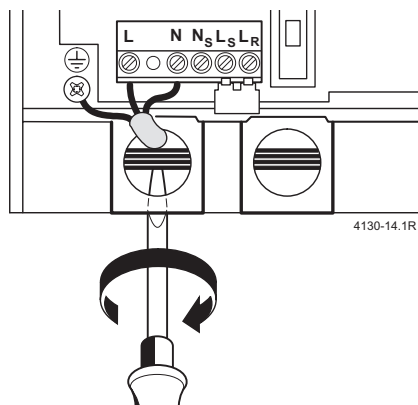

Fig. 15
- ▶ Se introduce cablul prin orificiul presetupeii și se realizează legăturile, în conformitate cu Fig.15.